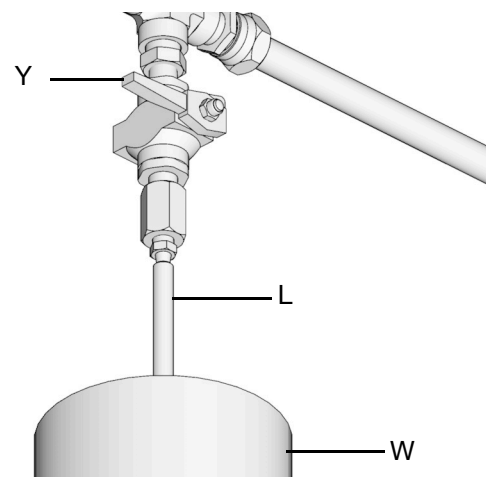

Рис. 25:
- а. Для сброса давления между заполняющим насосом (F) и автоматическим запорным устройством для заполнения (B) откройте клапан сброса давления питающего шланга (Y) (Рис. 25). Давление сбросится, и лишняя жидкость стечет через дренажную трубку (L) в переливной контейнер для смазки (W).